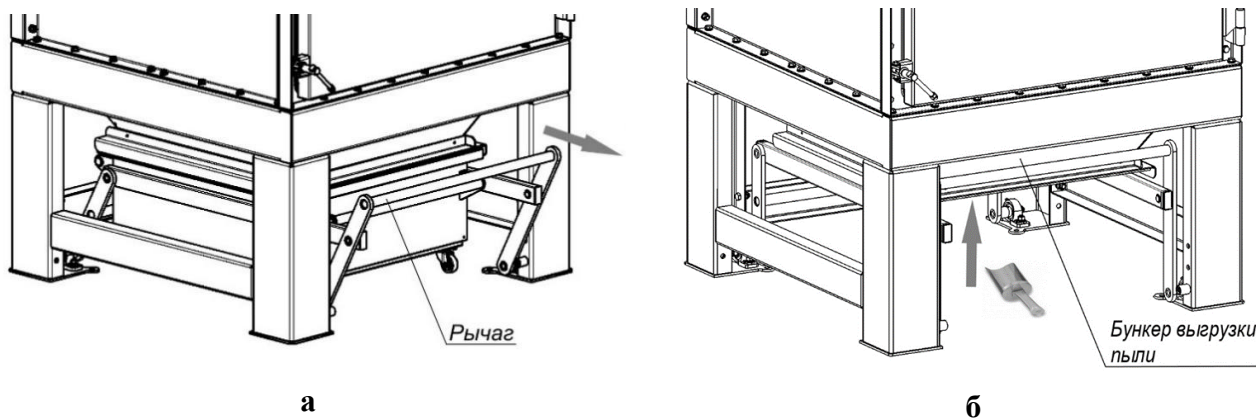

Рисунок 10
- 3) потянуть за рычаг механизма поджатия пылесборника (рисунок 10а), выкатить из-под фильтра пылесборник;
- 6) в отверстие бункера выгрузки пыли с помощью лопатки подавать (подбрасывать) небольшими порциями средство предзапыления (рисунок 10б);